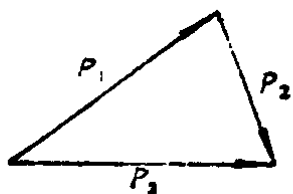
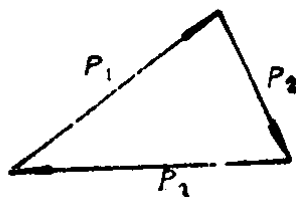

图 2-2
图 2-3
2. 图2-2至图2-4所示的力三角形中, 图2-2中的合力为 _____, 图2-3中的合力为 _____, 图2-4中的合力为 _____. ($P_1; P_2; P_3; 0$)